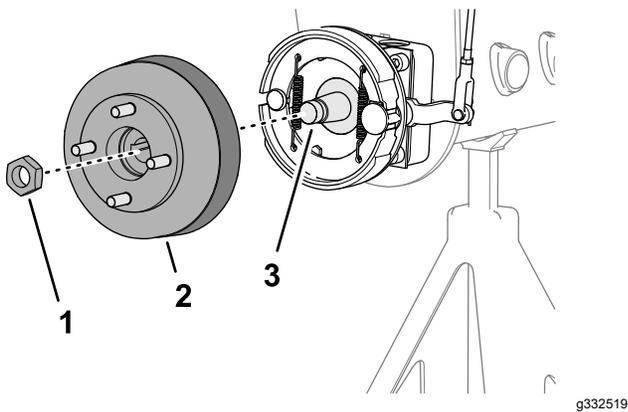
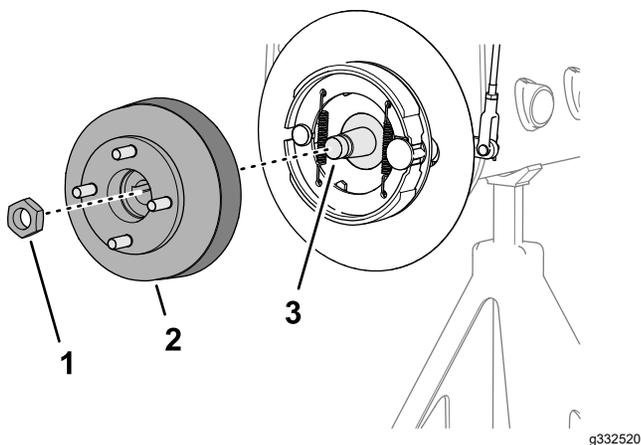

Рисунок 84
Рисунок 85
3. Установите ступицу колеса и тормозной барабан на вал мотор-колеса (Рисунок 84 или Рисунок 85).
- Прикрепите ступицу колеса к валу с помощью контргайки (Рисунок 84 или Рисунок 85) и затяните ее от руки.